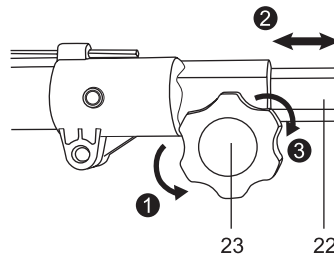

Fig. 23
1. Afloje el mando de bloqueo (23) girándolo hacia la izquierda y ajuste la extensión del mango telescópico (22) a la longitud deseada. (Fig. 23)
2. Apriete el mando de bloqueo (23) girándolo hacia la derecha. (Fig. 23)